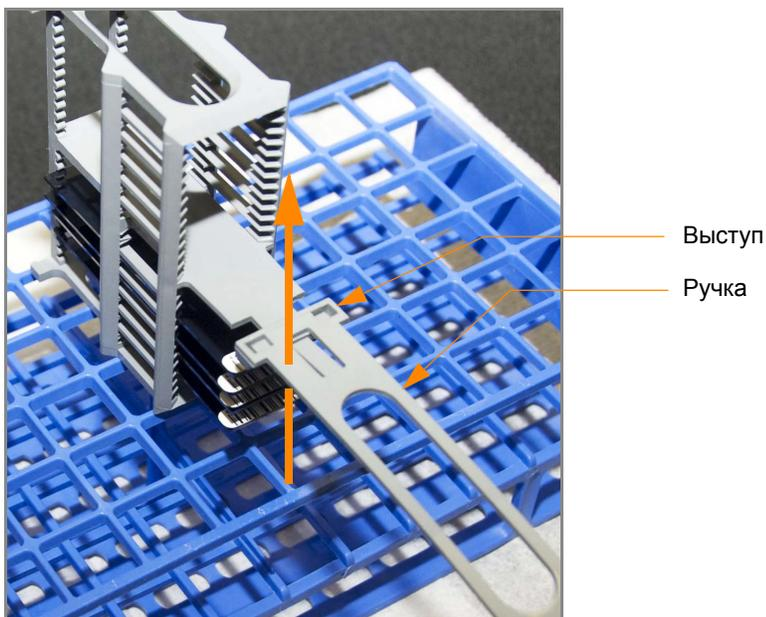

Рис. 73 Удаление ручки штатива для окрашивания
20. Удерживая штатив за верхнюю часть, аккуратно удалите ручку штатива для окрашивания, зажав ее между большим и указательными пальцами. Нажмите на выступ по направлению вверх большим пальцем и протолкните ручку от себя (таким образом разблокировав ее), затем потяните ручку на себя и удалите ее (Рис. 73).